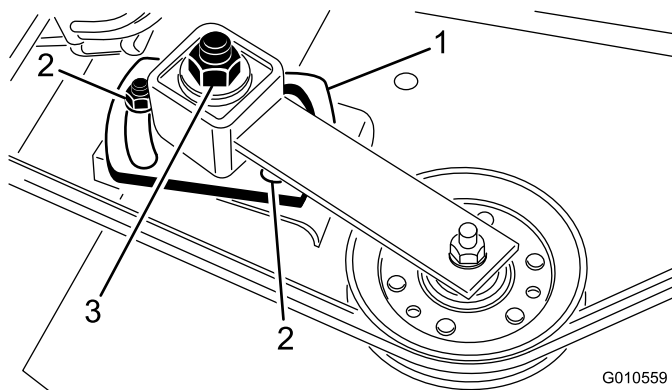

Figure 28
4. Desserrez les 2 écrous qui maintiennent la plaque de poulie de tension en place. À l'aide d'une douille et d'une clé dynamométrique, serrez l'écrou de réglage de la poulie de tension à un couple de 24 à 41 Nm (Figure 28).